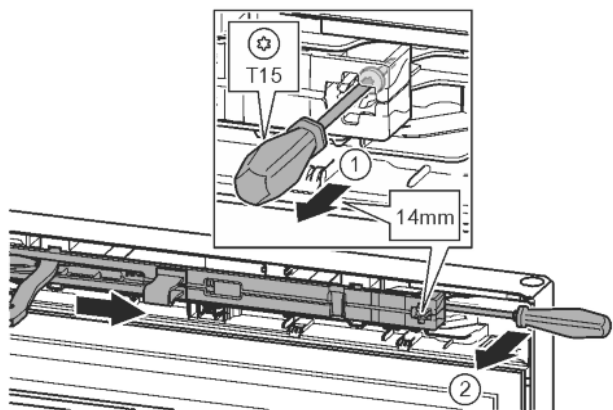

Fig. 15
- Odvijačem T15 otpustite vijak na jedinici prigušivača zatvaranja oko 14 mm. *Fig. 15 (1)*
- Umetnite odvijač na strani prijanjanja iza jedinice prigušivača zatvaranja i okrenite prema naprijed. *Fig. 15 (2)*
- Izvucite jedinicu prigušivača zatvaranja. *Fig. 15 (3)*